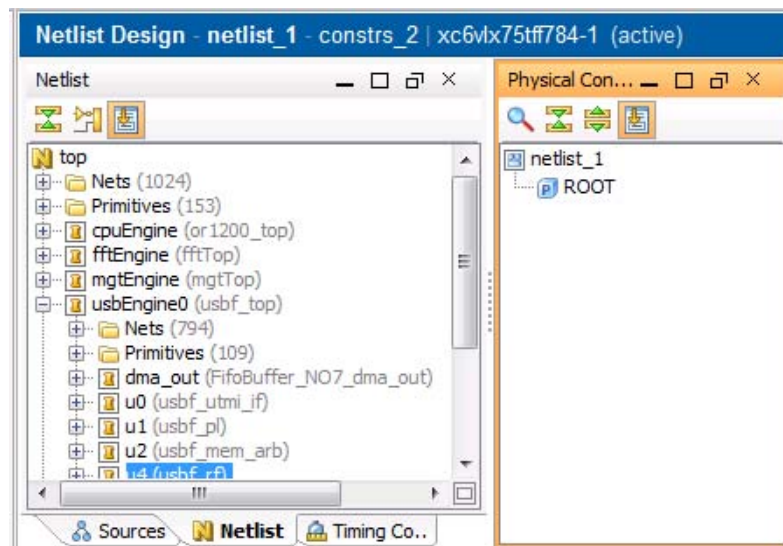

図 12 : [Physical Constraints] ビュー
1. [Window] → [Physical Constraints] をクリックし、[Physical Constraints] ビューをメイン ウィンドウの左上に表示します (図 12)。